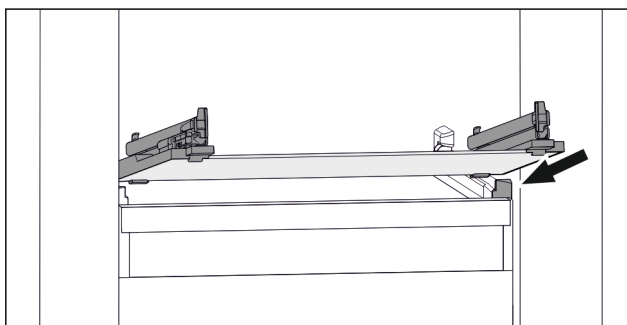

Fig. 83 Beispielhafte Darstellung der Glasplatte
- Glasplatte schräg hinter den Stoppern aufsetzen. (zie Fig. 83)